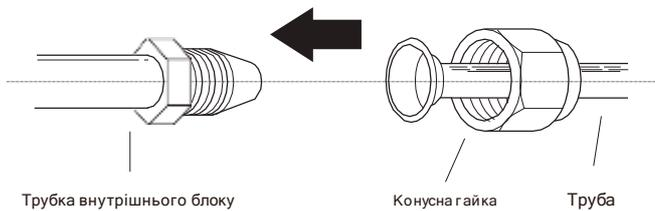

Рис. 5.7
1. Вирівняйте центри двох труб, які ви будете з'єднувати. Побачити Рис. 5.7.